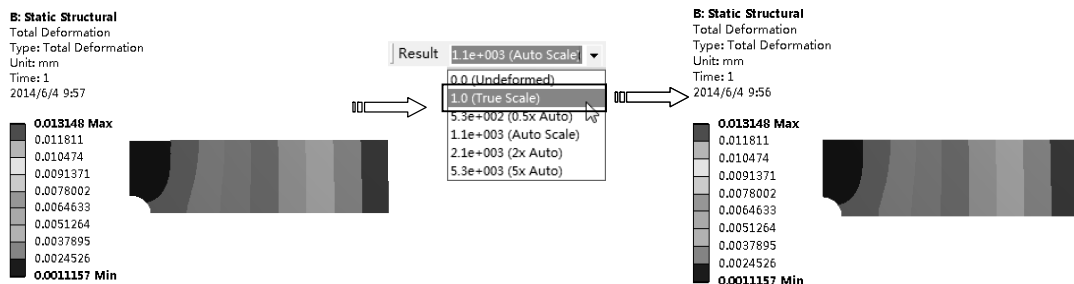

图 5-52 变形云图
2) 变形云图。在【Outline (分析树)】中选择【Solution (B6)】节点，单击其下的【Total Deformation】项，选择  **Total Deformation**，在图形窗口显示出变形云图。选择【Result】工具栏上的【1.0 (True Scale)】项，可真实显示变形云图，如图 5-52 所示。